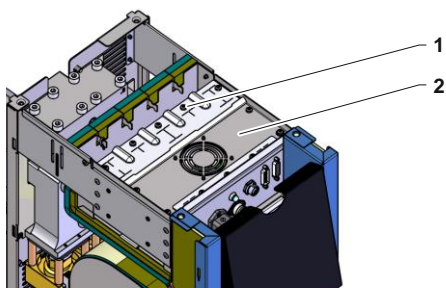

Fig. 1 : Accès aux composants de la partie électrique
4. Retirer les 12 vis (marquage 1 → Fig. 1) de la partie électrique et soulever ensuite le couvercle (marquage 2 → Fig. 1).
5. Débrancher le câble du ventilateur du circuit imprimé VFC-51 (A11) et retirer le couvercle (marquage 2 → Fig. 1).